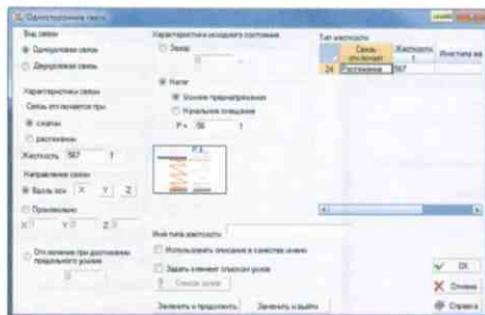

Рис. 6.4-8. Диалоговое окно **Односторонние связи**
- активировать операцию и в появившемся диалоговом окне **Односторонние связи** (рис. 6.4-8) задать вид и характеристики связи;